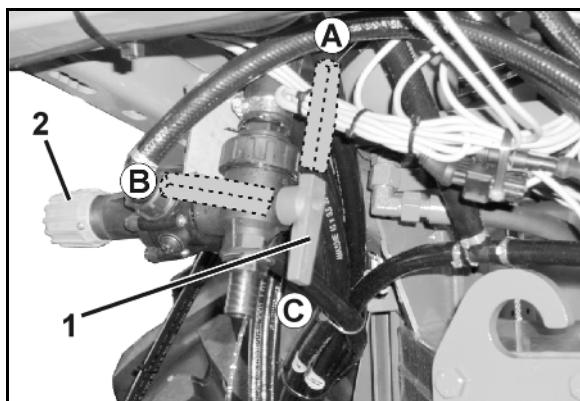

Fig. 109
- DUS-omkoblingsventilen (Fig. 109/1)
- DUS-trykkbegrensningsventilen (Fig. 109/2). DUS-trykkbegrensningsventilen er fast innstilt fra produsentens side og reduserer trykket i trykkomløpssystemet med 1 bar.
- Når DUS-omkoblingsventilen er i stillingen (Fig. 109/A), er trykkomløpssystemet tilkoblet.
- Når DUS-omkoblingsventilen er i stillingen (Fig. 109/B), er trykkomløpssystemet frakoblet.
- Er DUS-omkoblingsventilen i stillingen (Fig. 109/C), kan det tappes væske fra plantemiddelsprøyten.